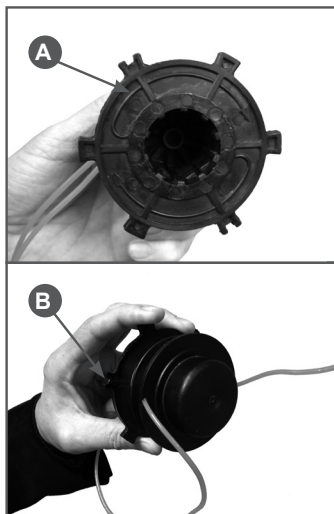

Рис. 21 Намотка корда
3. Намотайте корд плотно с натягом в пазы на катушке. Направление наматывания показано стрелками на катушке (Рис.21А). После намотки разрежьте корд и закрепите в разъемах на катушке (Рис.21В).